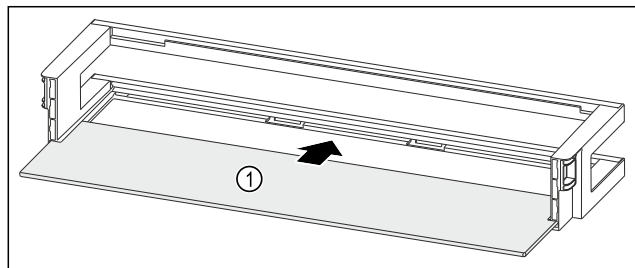

Fig. 95 Рафт на врата с рафт
- ▶ Вкарайте рафта Fig. 95 (1) в страничните прорези.